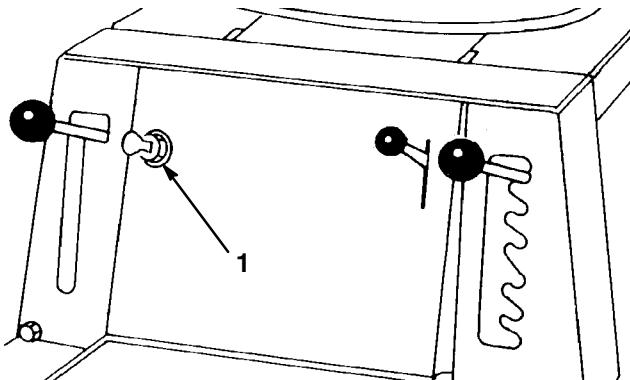

Bild 11
Wenn Sie im Rückwärtsgang den Zapfwellenantrieb benötigen, können Sie diesen Sicherheitsschalter mit Hilfe des Schlüsselschalters beim Sitzbügel deaktivieren (Bild 11).
2. Stecken Sie den Schlüsselschalter in sein Schloss (Bild 11).